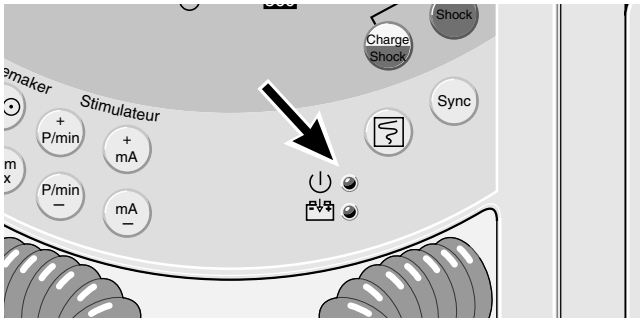

Bild 3-2. Kontrolllampe, grün (leuchtet, wenn Netzspannung anliegt)
- \* Achten Sie darauf, daß die grüne Kontrolllampe leuchtet (Bild 3-2).